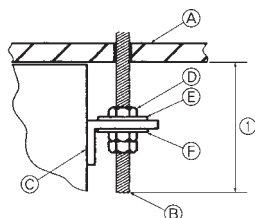

Fig. 3-5
- Ⓔ Rondella ① (con materiale isolante)
- Ⓕ Rondella ① (senza materiale isolante)
4) Preparazione della sezione interna (Fig. 3-5)